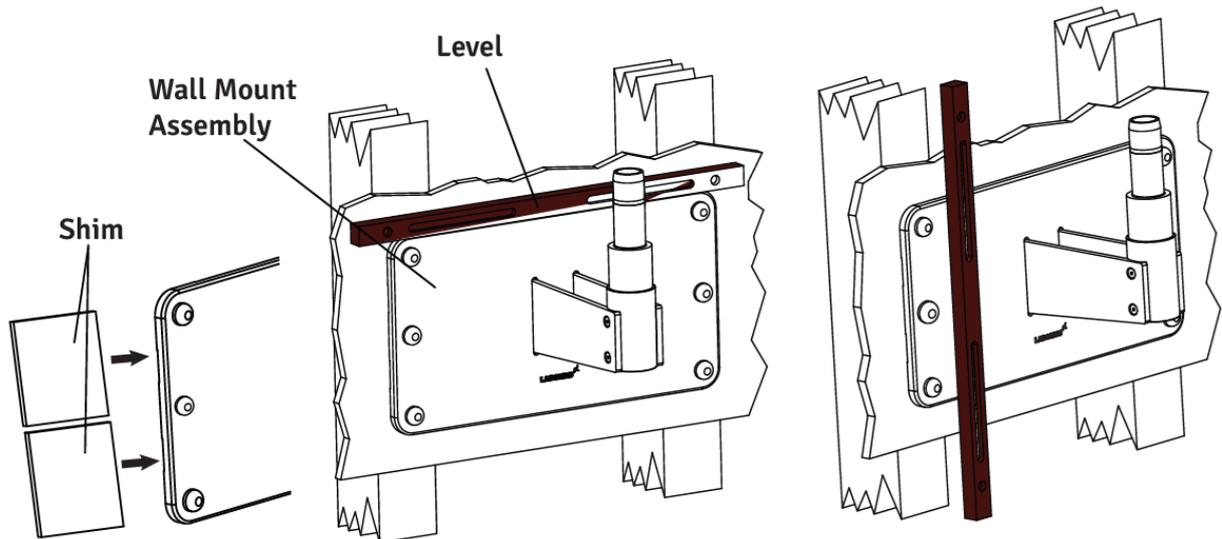

Figura 21
2. Coloque un nivel en la parte superior de la placa posterior para comprobar la nivelación horizontal. Consulte la Figura 21.
5. Coloque un nivel verticalmente a lo largo de la superficie del soporte de pared, en ambos lados, para asegurarse de que esté perpendicular al piso. Consulte la Figura 21.
6. Si el soporte de pared no es perpendicular, inserte material de calce entre el soporte de pared y la pared. Junto a los tirafondos Consulte la figura 21. Verifique con el nivel y ajuste los tirafondos una vez que el soporte esté nivelado.